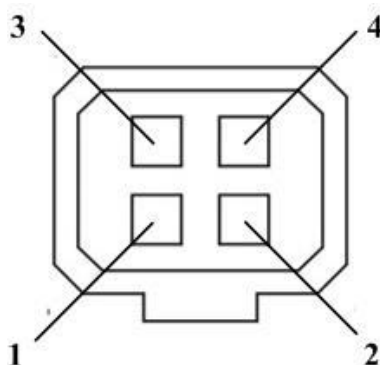

Figura 1-7 Interfaz de diafragma automático
- El tipo de interfaz de diafragma automático se muestra en la Figura 1-7 y, a continuación, se muestra la definición de cada pin: